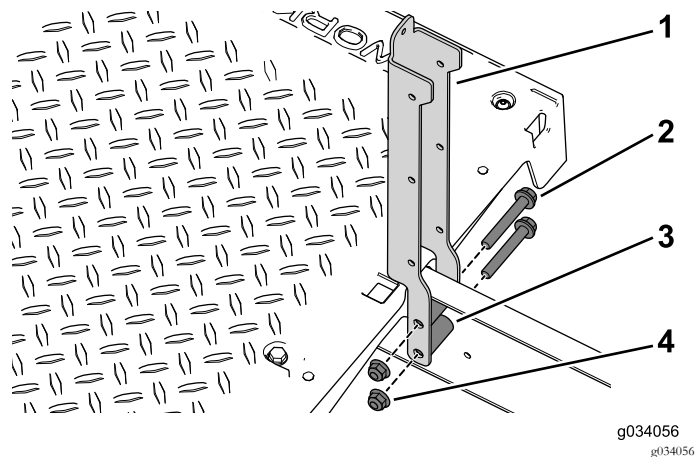

Bild 39
3. Befestigen Sie die linken und rechten Sitzstützen mit den vier Bundbolzen ($\frac{3}{8}$ " x $2\frac{1}{2}$ "), Distanzstücken und Bundmuttern an der Maschine (Bild 39).